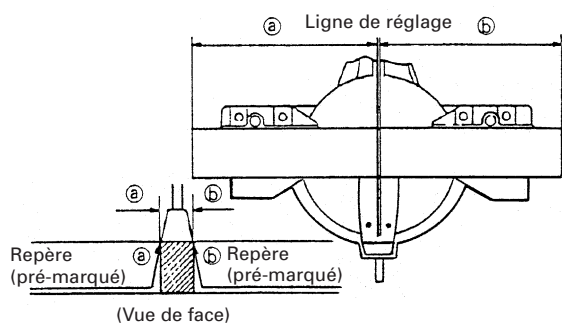

Fig. 21
- (1) Comme indiqué à la Fig. 21, la largeur de la lame est la largeur de coupe. En conséquence, glisser la pièce vers la droite (vue de la position de l'opérateur) pour obtenir la longueur **b**, et sur la gauche pour obtenir la longueur **a**.